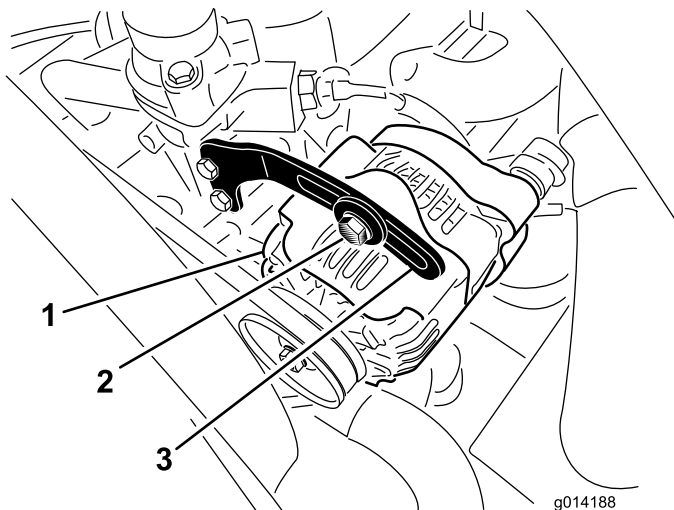

Figure 38
2. Contrôlez la tension de la courroie d'alternateur (Figure 38) en exerçant une force de 10 kg (22 lb) à mi-distance entre les poulies d'alternateur et de vilebrequin.
3. Desserrez le boulon qui fixe le renfort à l'alternateur (Figure 38), et le boulon de pivot d'alternateur.